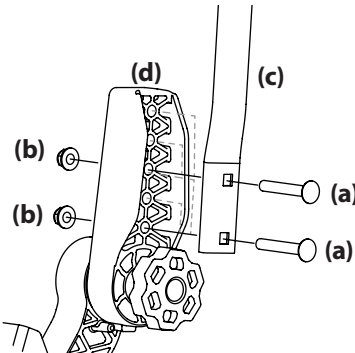

Figure 12
1. Retirez les deux boulons de carrosserie (a) et les deux écrous autobloquants (b) qui fixent la barre de conduite (c) au dispositif de réglage (d). Voir Figure 12.
2. Placez la barre de conduite à la hauteur désirée et retenez-la avec les boulons de carrosserie et les écrous autobloquants à bride. Voir Figure 12.
4. Si les stabilisateurs ne sont pas alignés après le réglage du bouton, desserrez les écrous (b), alignez les stabilisateurs et resserrez les écrous. Une fois ce réglage fin effectué, les barres stabilisatrices s'alignent lors de l'ajustement du bouton. Voir Figure 12.